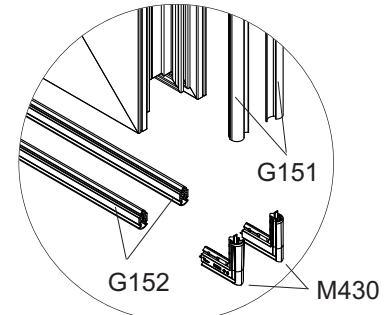

Abb. 3 Flügel unten **G151**, **G152** in **M430** einkleben
11. Die Dichtungen **G151** unten in die Formteile **M430** stecken und verkleben.(Abb. 3).